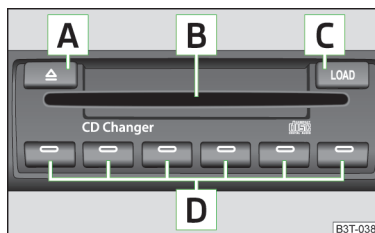

Abb. 131
- Die Taste **[C]** » Abb. 131 antippen und die CD (Compact Disk) in den CD-Schacht **[B]** einführen. Die CD wird automatisch auf die niedrigste freie Position im CD-Wechsler geladen. Die Kontrollleuchte in der entsprechenden Taste **[D]** hört auf zu blinken.
› Die Taste **C** » Abb. 131 länger als 2 Sekunden gedrückt halten und die CDs nacheinander (maximal 6 CDs) in den CD-Schacht **B** einführen. Die Kontrollleuchten in den Tasten **D** blinken nicht mehr.
- › Die Taste **C** » Abb. 131 antippen. Die Kontrollleuchten in den Tasten **D** leuchten bei den bereits belegten Speicherplätzen und blinken bei freien Speicherplätzen.
- › Die Taste **A** » Abb. 131 antippen, um eine CD auszuwerfen. Bei belegten Speicherplätzen leuchten jetzt die Kontrollleuchten in den Tasten **D**.
- › Die Taste **A** » Abb. 131 länger als 2 Sekunden gedrückt halten. Alle CDs im CD-Wechsler werden nacheinander ausgeworfen.
- Eine CD, mit der bedruckten Seite nach oben, so weit in den CD-Schacht **B** » Abb. 131 einschieben, bis diese automatisch eingezogen wird. Die Wiedergabe startet automatisch.